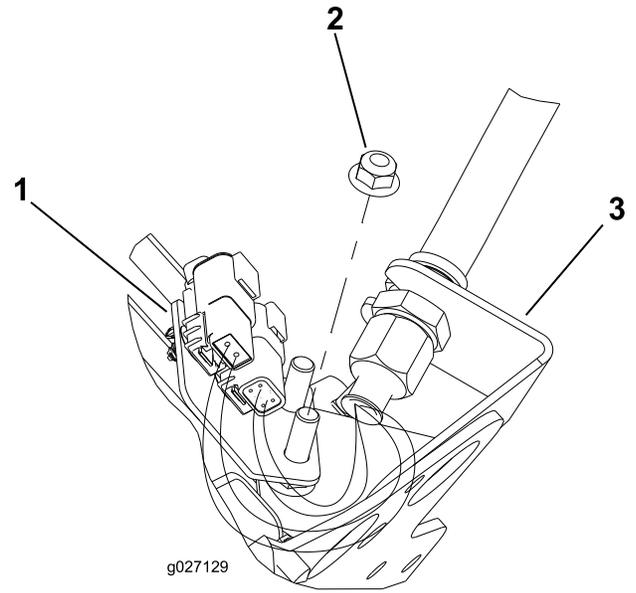

图13
6. 对剩余（4 个）隔板位置重复相关步骤，如图13至图16所示。